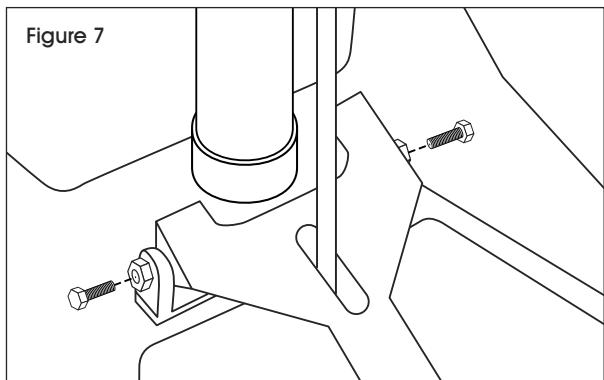

Figure 7
4. Alignez la pédale avec les vis latérales et fixez-la à la base. (Voir Figure 7)